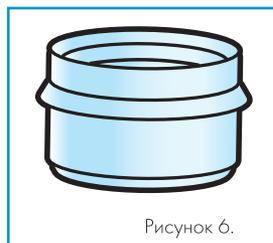

Рисунок 6.
**ВНИМАНИЕ!** Проставка(и) из полипропилена (рисунок 6), идущая(ие) в комплекте (за исключением модификации корпуса фильтра SLIM LINE 10") позволяет произвести правильную установку фильтрующего элемента из вспененного полипропилена (или прочих фильтрующих элементов, без сердечника) в пазы крышки и колбы.